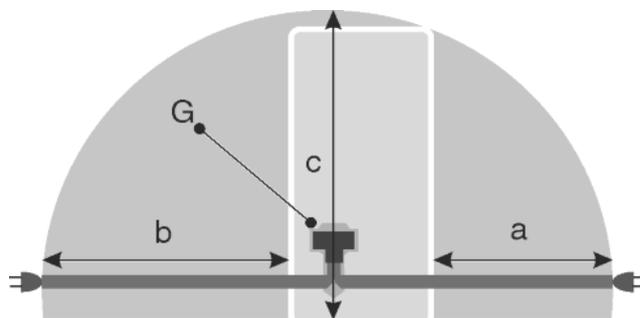

Fig. 24
- Розетка находится вне зоны задней стенки в данной зоне. *Fig. 24 (a, b, c)*
- ▶ Штекер устройства *Fig. 24 (G)* подсоединить с задней стороны устройства. Следить за правильной фиксацией.